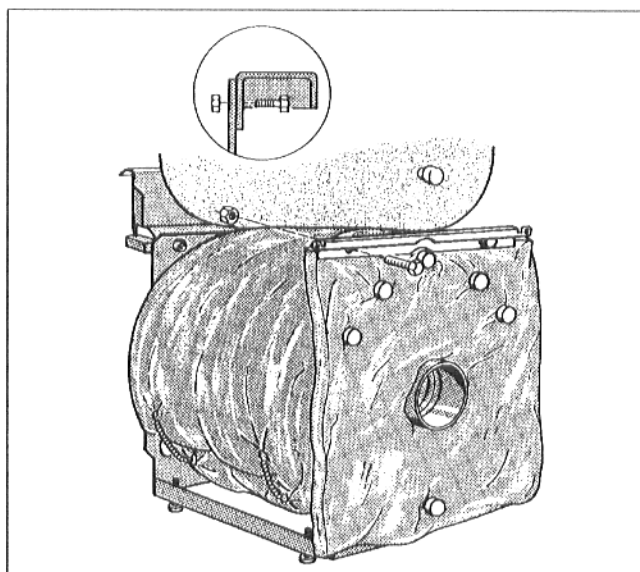

Fig. 6
- Placer l'isolation de la paroi arrière de manière à laisser les raccordements de la chaudière et des manchons d'évacuation des fumées dégagés (Fig. 6).